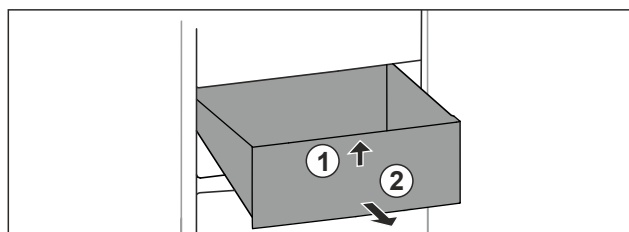

Fig. 100
- Nadzvedněte zásuvku vpředu. Fig. 100 (1)
- Vyměňte zásuvku dopředu. Fig. 100 (2)